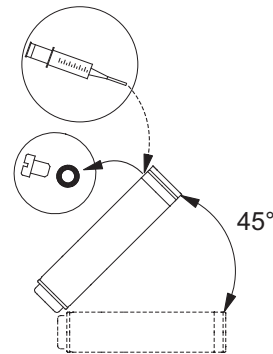

Рис. 7 Положение электродвигателя при заполнении – MS 6000
- В случае если электродвигатель поставляется со склада, необходимо проверить уровень жидкости электродвигателя перед его монтажом на насосной части. См. рис. 7.
- При проведении сервисных работ уровень необходимо проверять. См. рис. 7.
1. Расположите погружной электродвигатель, как показано на рис. 7. Заливочное отверстие должно быть в верхней точке двигателя.
3. С помощью специального шприца заливайте в электродвигатель жидкость, пока она не начнет вытекать через заливочное отверстие. См. рис. 7.